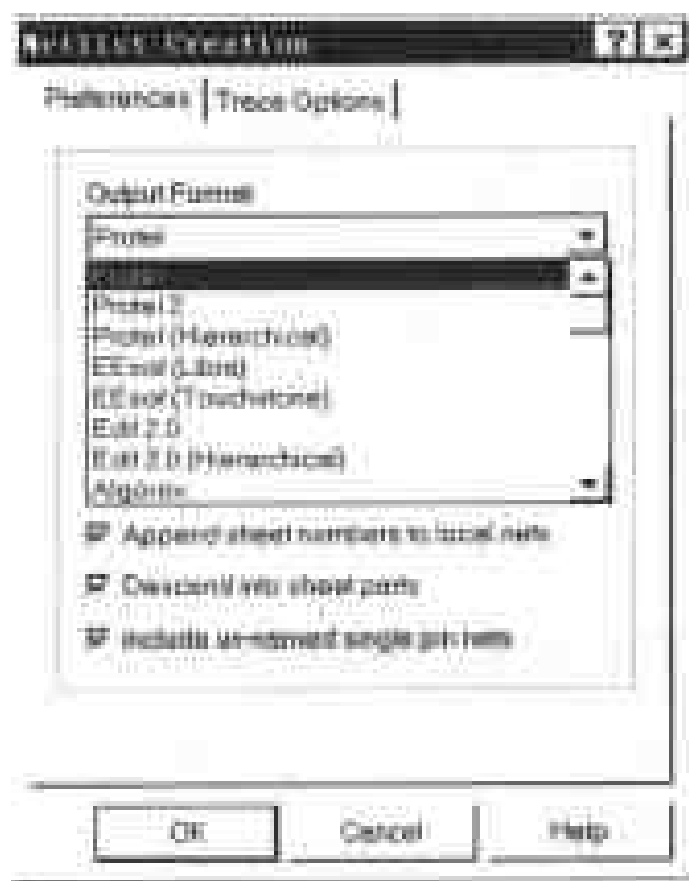

图 4-23 选择网络表述出格式
(1) Output Format 选项用于选择生成网络表的格式, 单击右边的下拉式按钮, 打开如图 4-23 所示的下拉式列表, 按上下滚动条可选择不同的网络表格式。Protel 99 共提供了 38 种格式, 其中最常用的是 Protel 格式, 在后面对其有所解释。